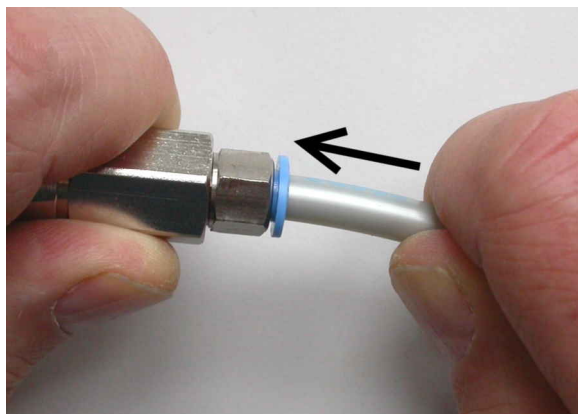

Figura 6-7: Montaje del adaptador push-pull (izquierda) y el tubo de 6 mm (derecha)
5. Empuje el tubo dentro del adaptador, como se muestra en la figura 6-7.